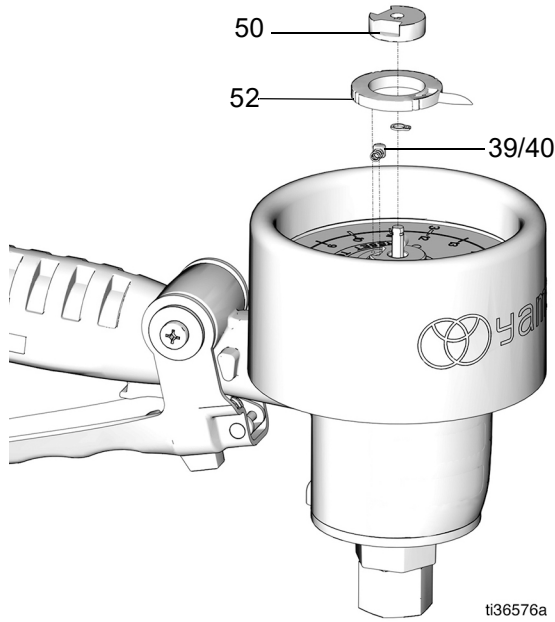

図 17
4. 下部ポインター(52)、スプリング (39)、ピン (40)、プラグ (50) を図 17 のように取り付けます。六角レンチを使用してプラグセットネジを締め付けます。